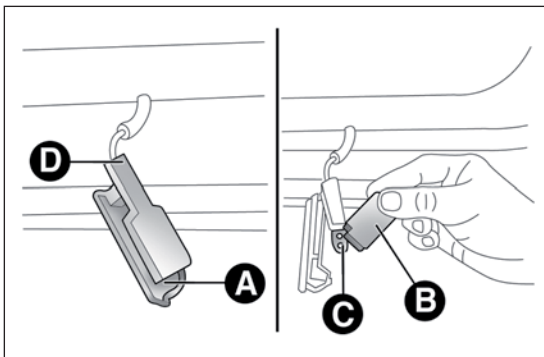

РИС. 151
- откройте двернь и выньте плафон, надавив отверткой на пружину А РИС. 151;
- нажмите сбоку на защитный кожух В РИС. 151 около двух крепежных штифтов и замените лампу С;